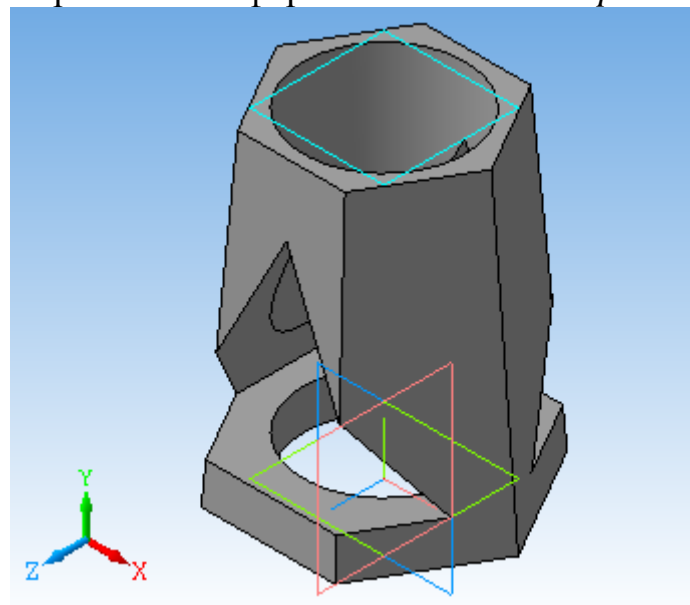

Рис. 6.10
12. Зберегти креслення в форматі *.m3d та *.bmp або *.jpg (рис. 6.10).